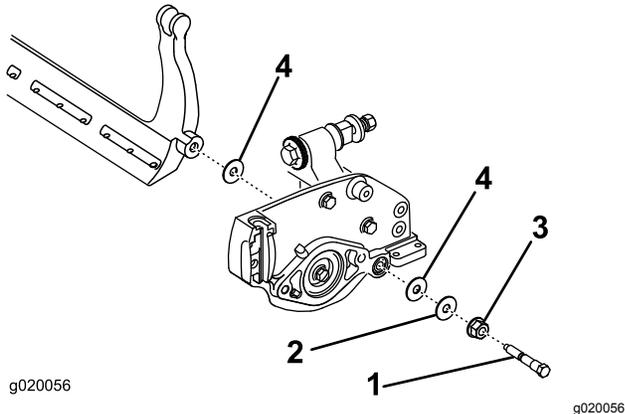

図 15
ベッドバーの両端にそれぞれナイロンワッシャ2枚とスチールワッシャが1枚ずつあるので注意する 図 15。
3. サイドプレートのボスの両側にナイロンワッシャを入れる。その外側からスチール製ワッシャを取り付ける 図 15。